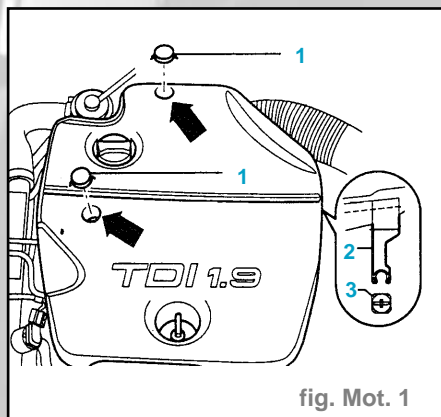

fig. Mot. 1
- Déposer le carénage du moteur (fig. mot. 1) :
- Retirer les obturateurs (1) en les soulevant, desserrer les écrous (flèches).
- Ôter l'agrafe (2) du boulon (3).